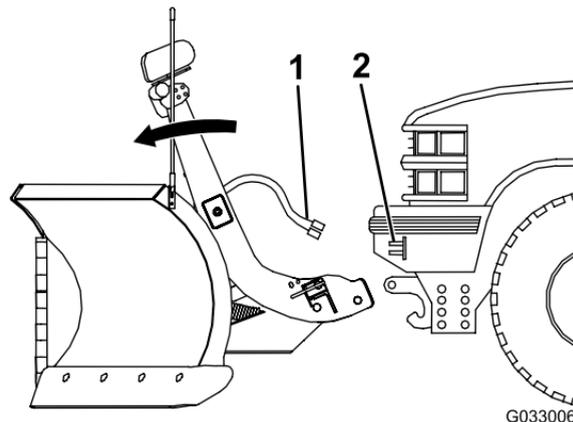

Figure 11
6. Débranchez le faisceau du chasse-neige du faisceau du véhicule, et remettez les chapeaux de protection sur les connecteurs électriques (Figure 11).